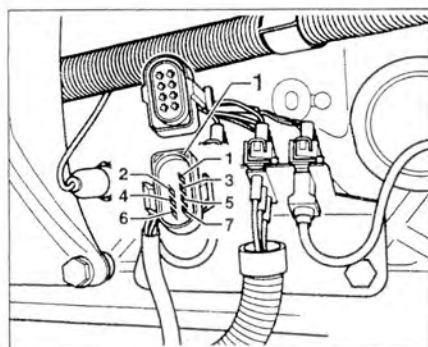

Рис. 3.61. На автомобилях с 7-пальчиковым разъемом топливного насоса: измерьте сопротивление между контактами 4 и 7 разъема 1.
8. Измерьте сопротивление между контактами 4 и 7 разъема 1 (рис. 3.61).